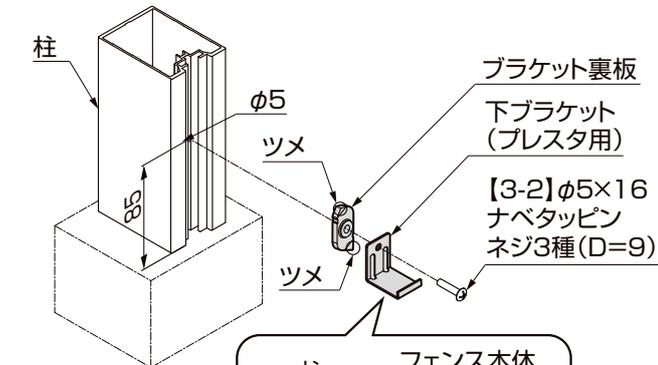

図3-6
④下棧の溝(※1)に下ブラケットのツメが入るようにフェンス本体を取付けてください。(図3-6参照)